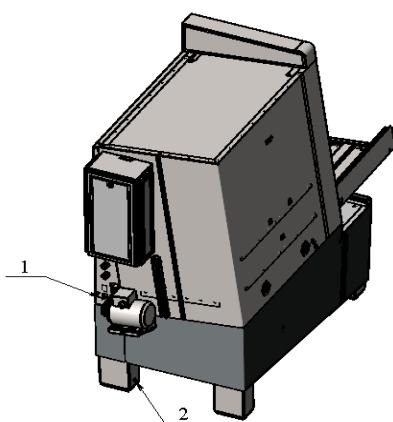

Рис. 3.
4.7 Подключить стенд к имеющейся пневмосистеме через переходник (рис.3), расположенныйный на задней стенке изделия.